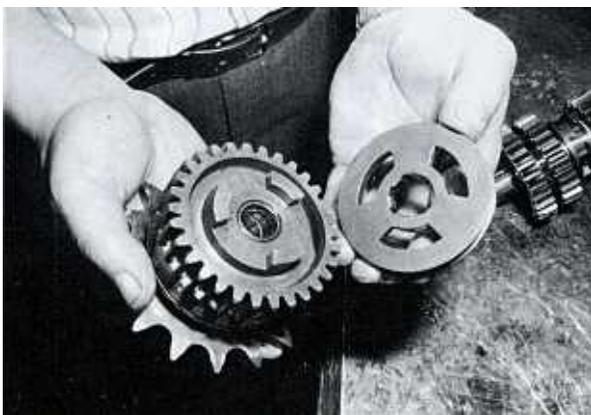

Bild 152
- Vor dem Zusammenbau alle Lager und ihre Anlageflächen ölen. Besonders darauf achten, dass die ebene Fläche der Schiebemuffe den Schaltklauen des 5. Gangrades auf der Hauptwelle gegenüberliegt (Bild 152). Die andere Seite der Schiebemuffe ist etwas vertieft. Vor dem Einsetzen der Getriebewellen in das Getriebegehäuse prüfen, ob die Halbringe zur